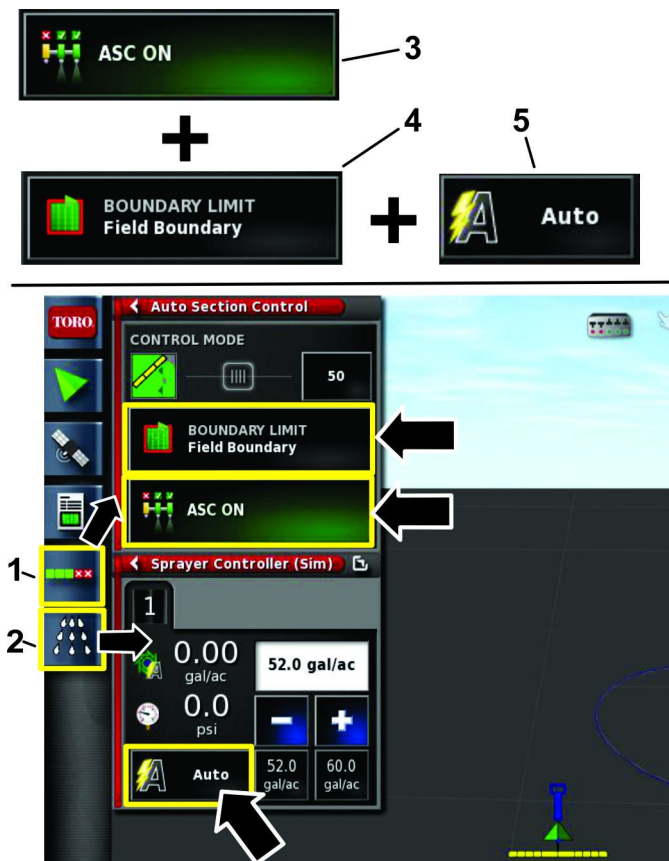

図 111
- 自動セクションコントロール構成アイコンASC アイコンとスプレーヤーコントローラアイコンを選択してそれぞれの画面を開く図 111。
- ASC アイコンをオンに設定し、境界リミットを現場境界に設定し、レートコントロールを自動にする図 111。